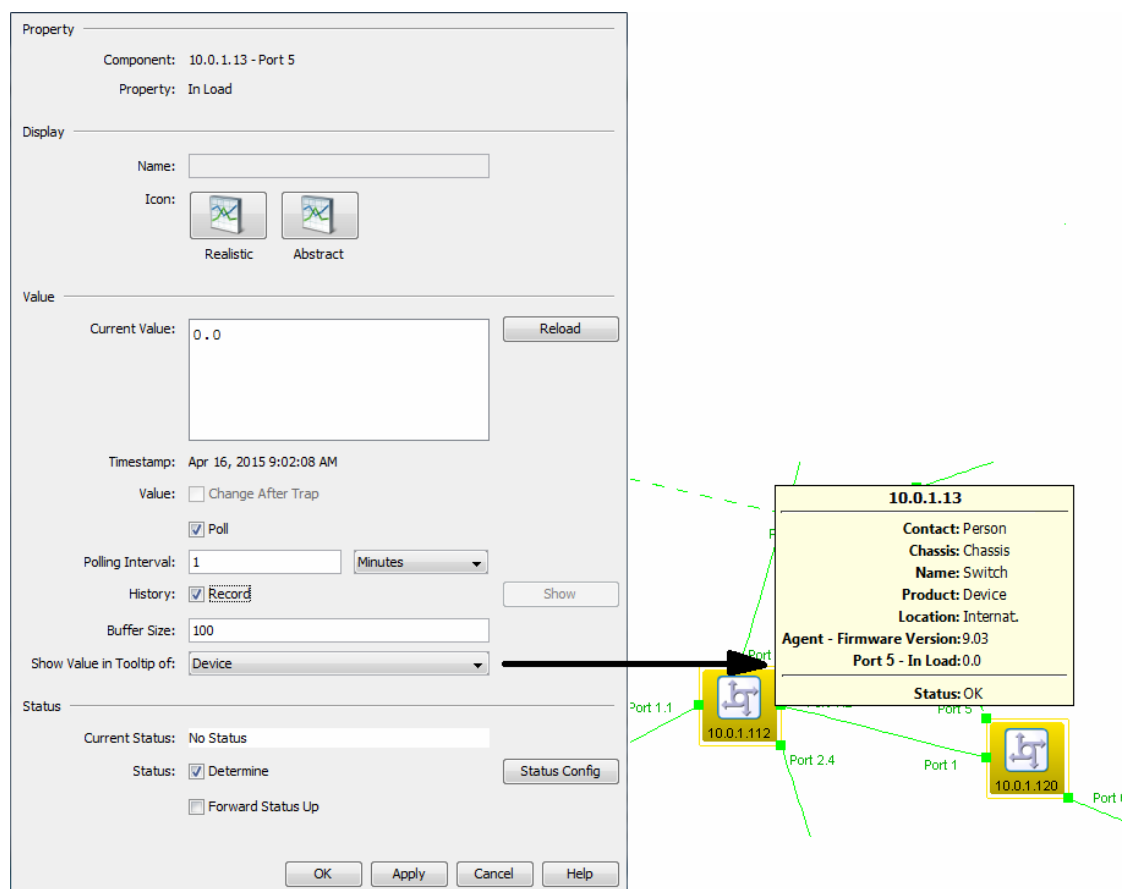

Figure 63 :Propriétés de données
- ▶ Si vous souhaitez afficher cette valeur dans l'infobulle d'un composant d'ordre supérieur, sélectionnez le composant «Montrer la valeur dans la bulle d'aide de» dans la liste déroulante (voir la figure 63).